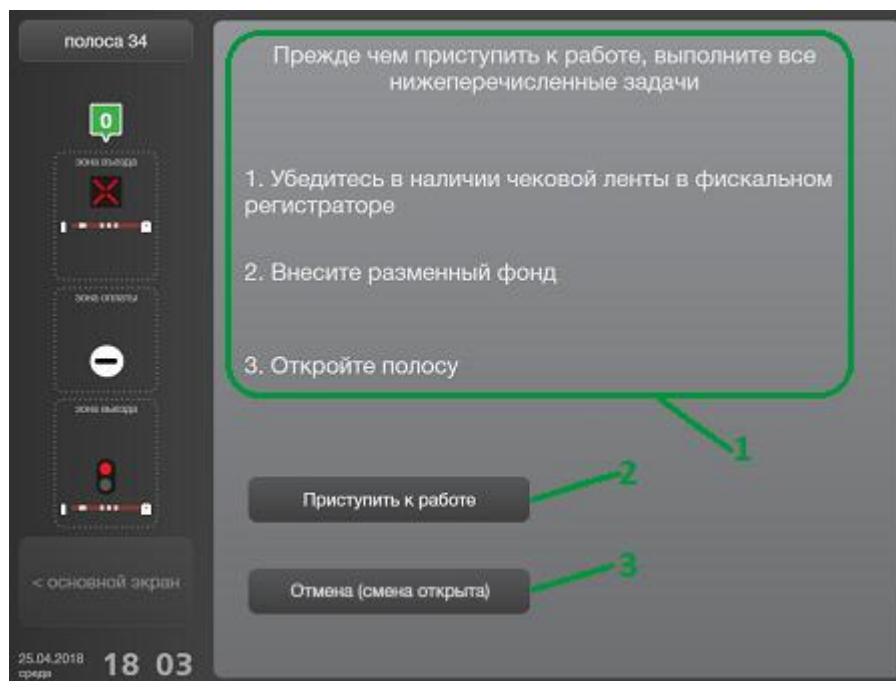

Рисунок 24. Окно с памяткой по необходимым действиям в начале работы
- В случае правильного ввода отобразится окно с памяткой по необходимым действиям в начале работы (рис. 24).
Шаг 5. Изучить действия, которые необходимо выполнить в начале работы (рис. 24, поз. 1), затем нажать на кнопку [Приступить к работе] (рис. 24, поз. 2) (подробнее о начале работы см. п. 4.2).
ВНИМАНИЕ! Нажатие кнопки [Отмена (смена открыта)] в окне с памяткой по необходимым действиям в начале работы (рис. 24,